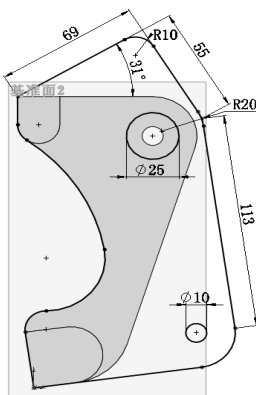

图 1-45 绘制草图 3
**08** 绘制草图 3。在左侧的“FeatureManager 设计树”中用鼠标选择“基准面 2”作为绘制图形的基准面。单击“草图”控制面板中的“实体引用”按钮、“直线”按钮、“切线弧”按钮、“绘制圆角”按钮和“圆”按钮，绘制并标注草图如图 1-45 所示。